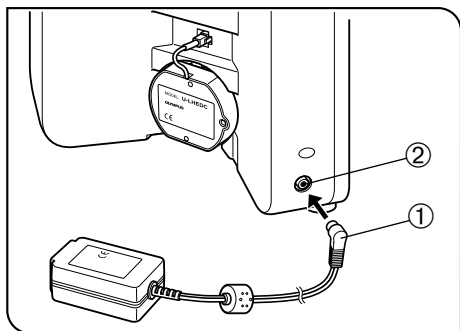

图 40
(图40)
- 连接电源线前，一定要先关闭主开关（图40）。
1. 把AC 适配器的插头①插入显微镜的插座②中。